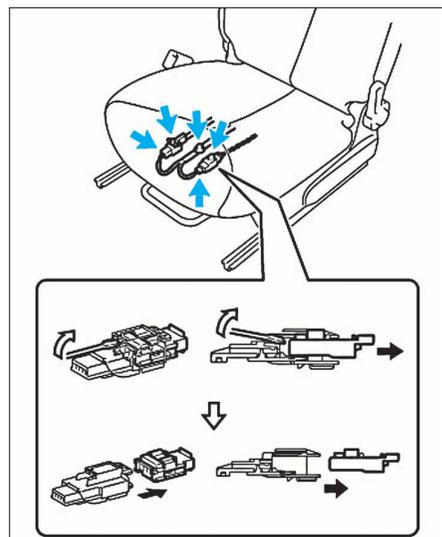

FIG. 107
- Débrancher le connecteur du prétensionneur et de l'airbag du siège AVG (Fig.107).